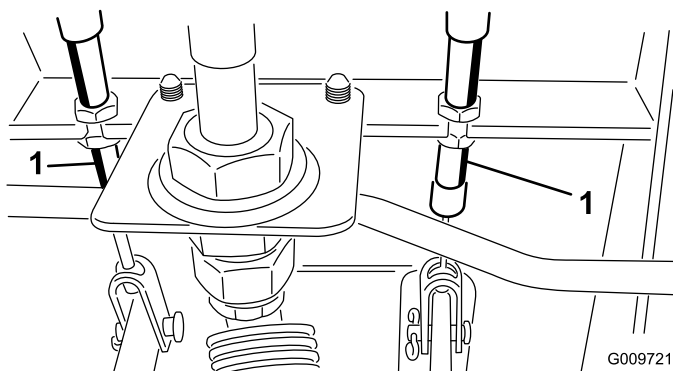

Figure 48
- A. Desserrez l'écrou avant sur l'extrémité fileté du câble de frein (Figure 48).